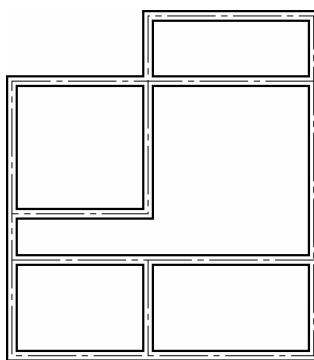

图 3-13 编辑墙线
(4) 编辑墙线。选择“墙线”图层，执行“修改”→“对象”→“多线”命令，打开“多线编辑工具”对话框，选择“T 形合并”等工具编辑墙线，结果如图 3-13 所示。